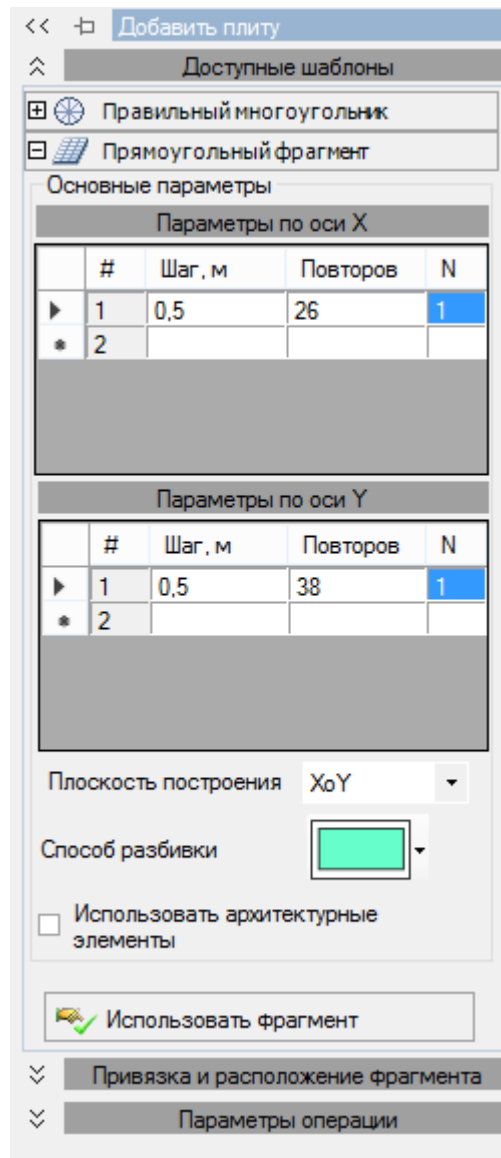

Рис. 3.12 Параметры плиты
- Раскройте вкладку «**Прямоугольный фрагмент**» и задайте следующие параметры (Рис. 3.12);